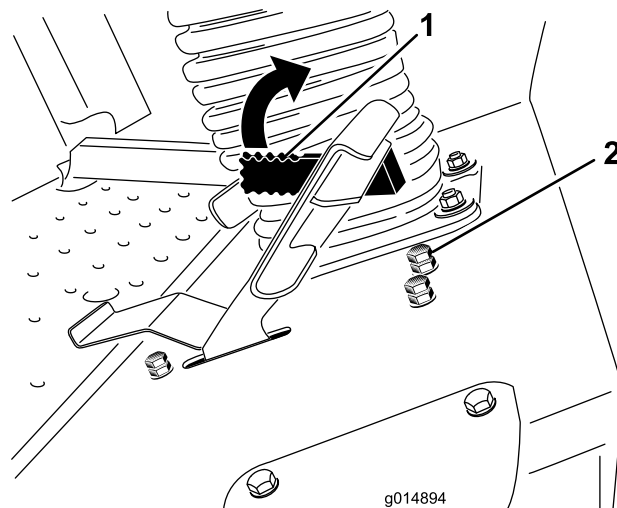

Рисунок 41
Рычаг ограничителя скорости скашивания (Рисунок 41) можно передвинуть вперед для ограничения скорости движения во время работы.
- Ослабьте зажимную гайку на упорном болте ограничителя скорости скашивания (Рисунок 41).